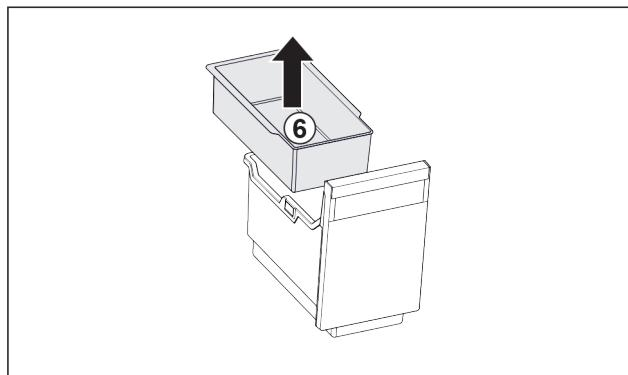

Fig. 42
- ▶ Izvadite ovjesnu posudu Fig. 42 (6).